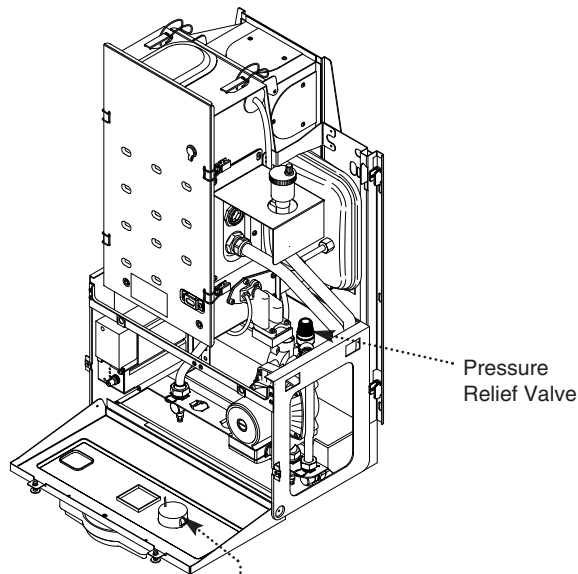

Fig. 129
11.17 Pressure Relief Valve (Fig. 129)